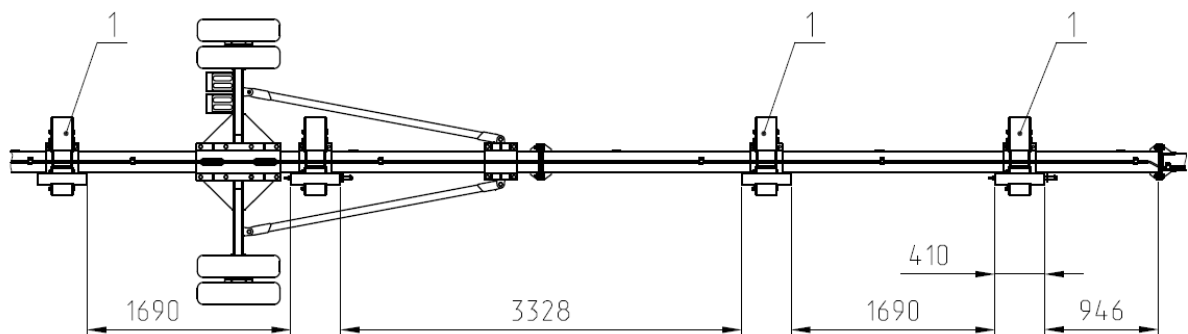

Рис. 11 Вид сверху приспособления.
- комбайн с жаткой поднятой в транспортное положение, подведите к приспособлению так, чтобы упоры на жатке, расположенные под брусом платформы жатки, прошли над передвигными опорами (см. рис.11 и 12), а проушины платформы оказались возле опоры с зазором;